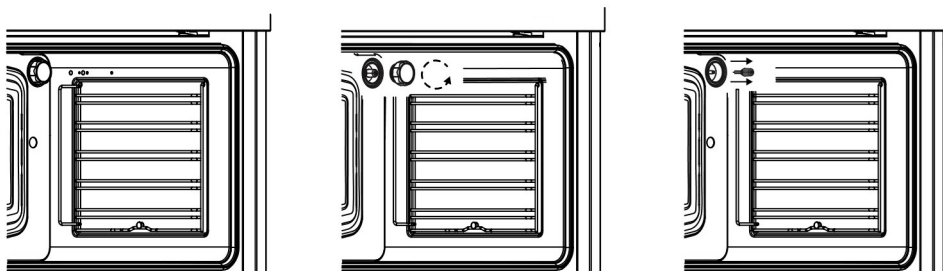

Fig. 15
- Dévissez la protection en verre de la lampe (figure 15).